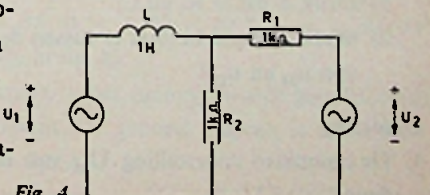

Fig. 4
- 3 In fig. 4 is $u_1 = \hat{u}_1 \cos \omega t$, waarin $\hat{u}_1 = 100$ volt. De topwaarde van u_2 is eveneens 100 volt, doch u_2 is in fase 90° vóór t.o.v. u_1 .